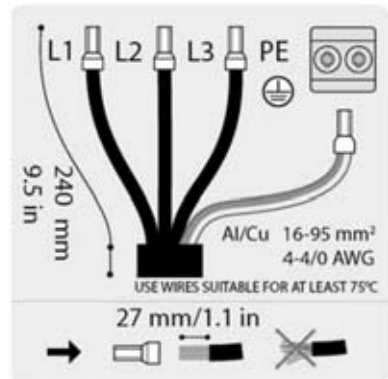

Abbildung 2.17 Abisolierung der AC-Kabel
Am AC-Kabel alle 4 Drähte abisolieren. Der Schutzleiter (PE) muss länger als die Netzleiter sein. Siehe Abbildung 2.17.